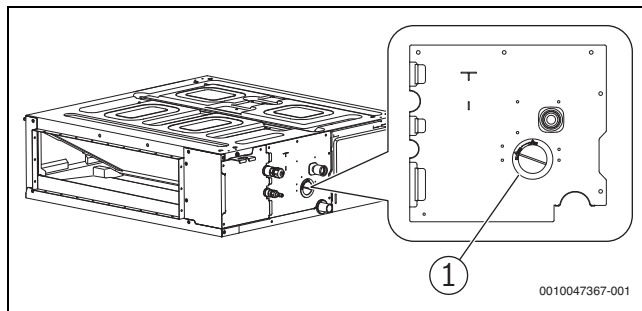

Fig. 236
- ▶ Pendant le test d'évacuation, ouvrir le capuchon de test de l'eau (→ fig. 236) sur le corps de machine en le dévissant afin de vérifier si la pompe d'évacuation est en marche et s'il y a un problème avec la pompe d'évacuation.